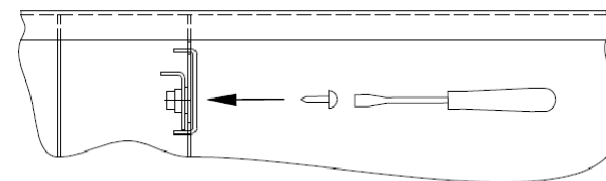

Рис.10
5.9. Установить планки поддерживающие решётку на средние опоры, зафиксировать винтами (рис.10).